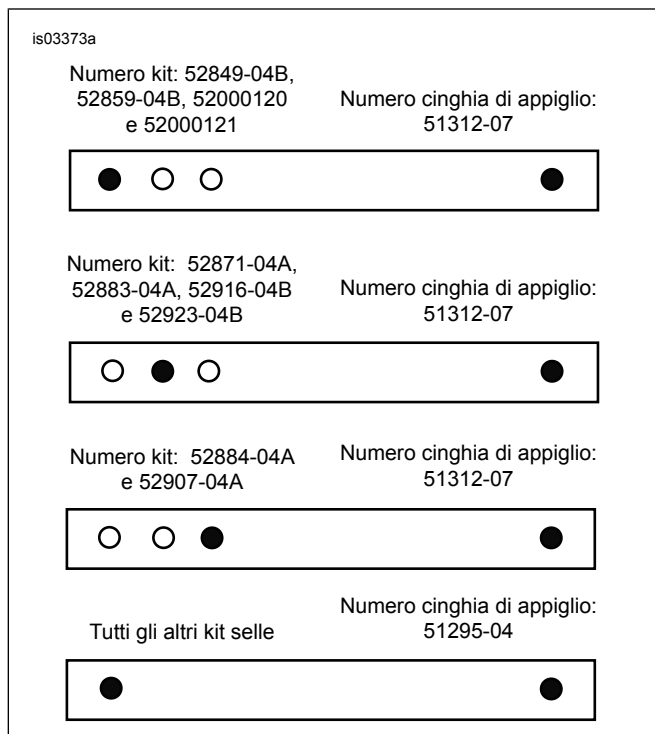
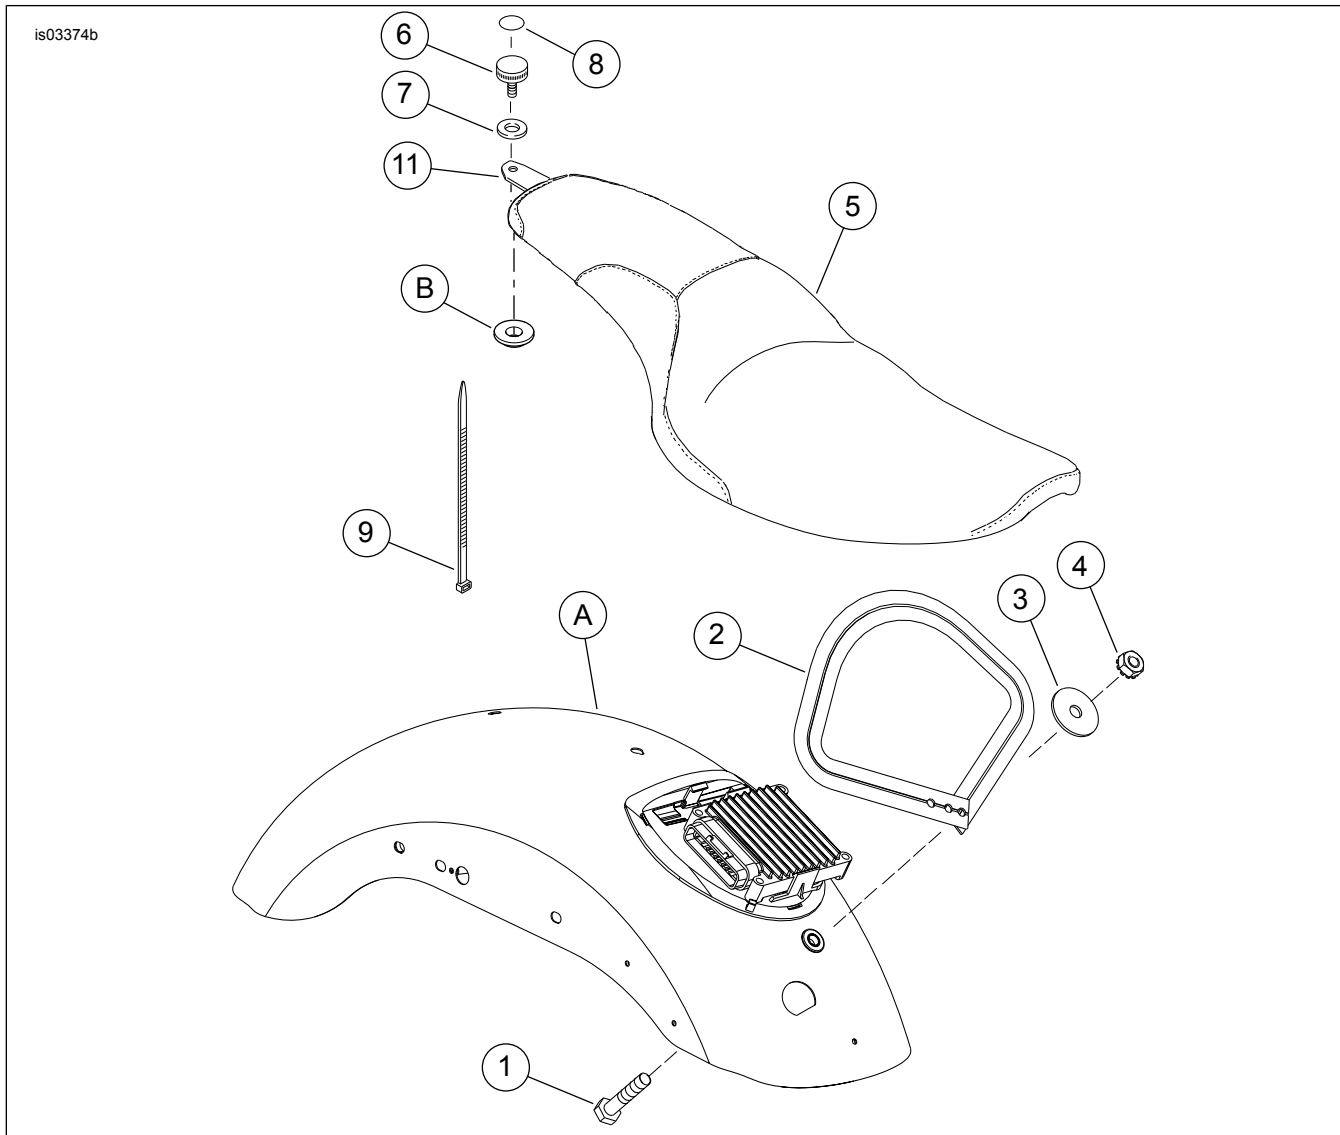

Figura 6. Installazione della cinghia di appiglio
Figura 7. Parti di ricambio: Kit sella 2-up personalizzata dei modelli XL
Per un elenco delle parti di ricambio, vedere Figura 7 e Tabella 3.
1. Vedere Figura 7. Inserire la vite (1) attraverso il foro anteriore sul parafango dalla parte inferiore del parafango.
3. Vedere Figura 6. Montare la cinghia di appiglio (Figura 7, elemento 2) sulla vite usando i fori adatti al kit sella che si sta installando.
4. Vedere Figura 7. Installare la rondella (3) e il dado esagonale (4) sulla vite (1). Serrare ad una coppia di 4,1-6,8 N·m (36-60 in-lb).
1. Vedere Figura 7. Fare scivolare la sezione posteriore della sella (5) attraverso la cinghia di appiglio (2).